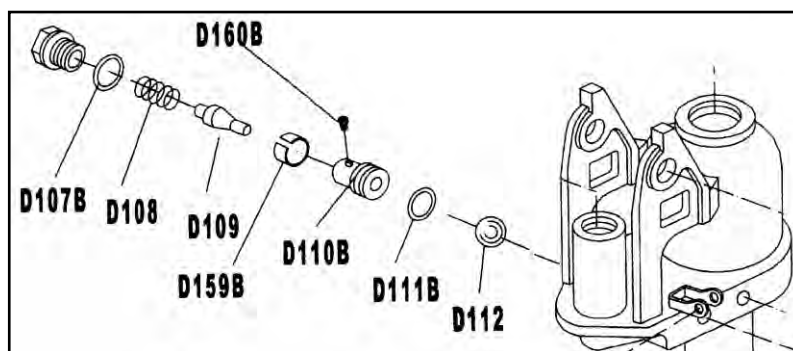

Figura 21 – Vite di regolazione.
3. Ruotare la vite (D107B) di alcuni giri in direzione antioraria (vedere la Figura 21) e pompare. Se le forche non si alzano, controllare il livello dell'olio. Se l'olio è presente, sostituire la valvola di discesa.